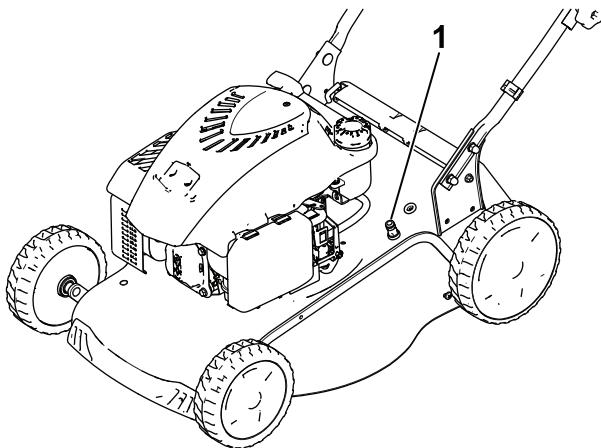

Figura 18
5. Collegate una canna da giardino al rubinetto dell'acqua e al foro di lavaggio (Figura 18).